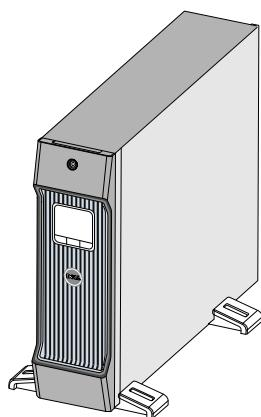

図 25. タワー式形状
- 9 注意しながらキャビネットを垂直に置きます（図 25を参照）。